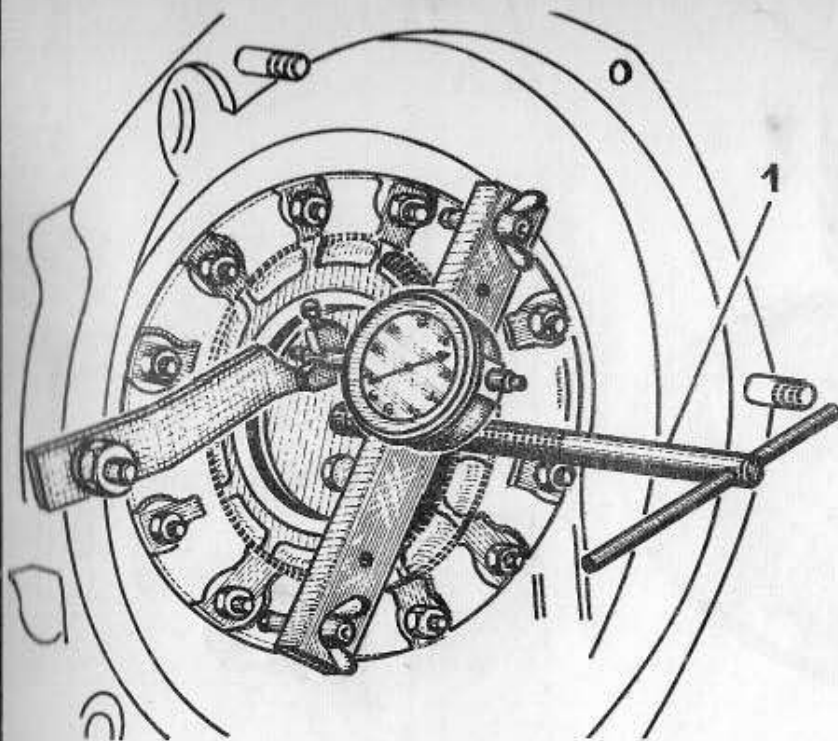

Fig. 76
148 - DEPOSE et POSE du PALIER ARRIERE , sans CHANGEMENT du ROULEMENT (y compris VERIFICATION du JEU LATERAL (Fig. 76 - 77 - 78).
Monter l'outil Wilmonda DAY, et un comparateur sur le palier arrière, comme l'indique la Fig. 76. Pour faciliter le glissement du vilebrequin sur les galets du roulement de palier avant, chauffer légèrement le carter. Tourner doucement la vis (1) vers la droite pour pousser le vilebrequin à fond vers l'avant; dès que l'on ne peut plus tourner le vilebrequin, desserrer progressivement la vis (vers la gauche) jusqu'au moment où l'aiguille du comparateur s'immobilise. A cet instant la vis (1) n'est ni en poussée, ni en tirage (point mort). Placer le repère zéro du comparateur sur l'aiguille. Tourner la vis toujours à gauche et doucement pour amener le vilebrequin complètement vers l'arrière, jusqu'au moment où on ne peut plus le faire tourner sur lui-même.